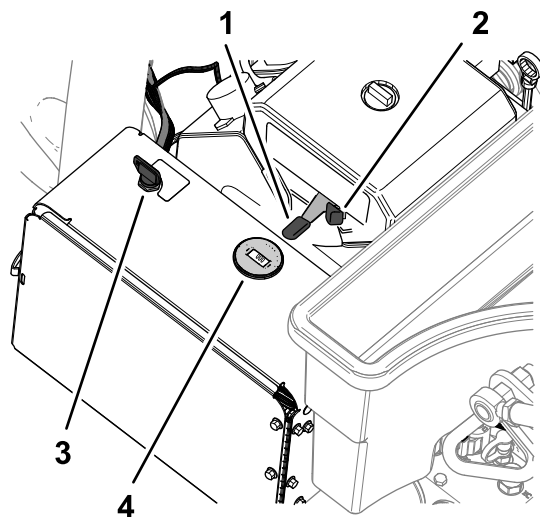

Figura 78
2. Mueva la palanca del acelerador (Figura 78) a la posición de LENTO.